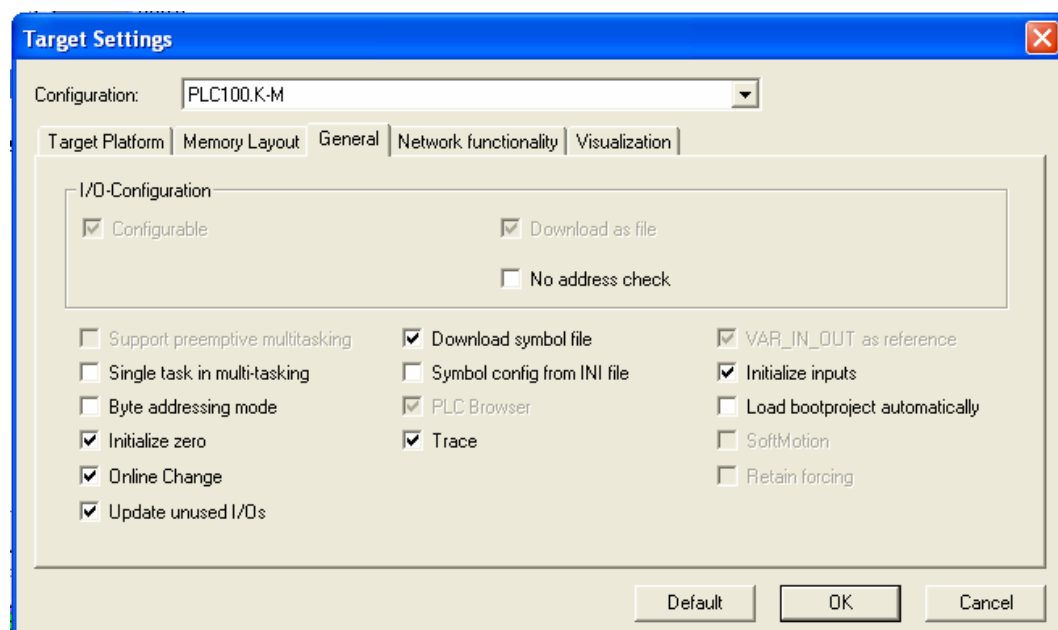

Рис. 2. Вкладка General утилиты Target Settings
3. В открывшейся экранной форме **Target Settings** (рис. 2), во вкладке **General** устанавливается опция **Download Symbol File** и подтверждается выбор нажатием клавиши **OK**.